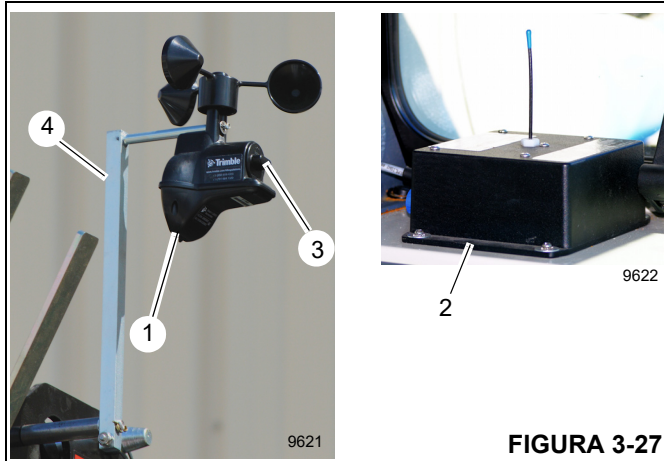

FIGURA 3-27
Os guindastes possuem um indicador de velocidade do vento opcional para medir a velocidade do vento na extremidade da lança. O indicador de velocidade do vento apresenta um conjunto do anemômetro com rádio e um roteador de gateway sem fio. O anemômetro (1, Figura 3-27), que capta os dados da velocidade do vento na extremidade da lança ou do jib, é alimentado por bateria e se comunica sem fio com o roteador do gateway (2) localizado na cabine do
2. Remova a tampa da bateria (Figura 3-27) e a bateria antiga do anemômetro.